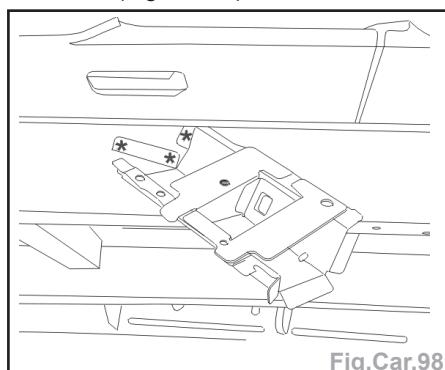

Fig.Car.98
- Rabattre le renfort extérieur de fixation d'assise (Fig.Car.98).